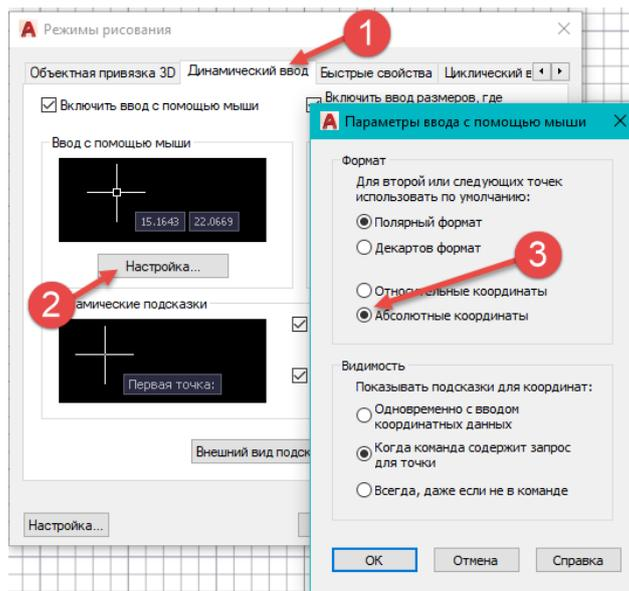

Рис. 1.8. Окно Режимы рисования
Выберите вкладку **Динамический ввод** ⇒ (1) (рис. 1.8). Затем нажмите клавишу **Настройка** ⇒ (2). В поле **Формат** выберите **Декартов формат** и **Абсолютные координаты** ⇒ (3).